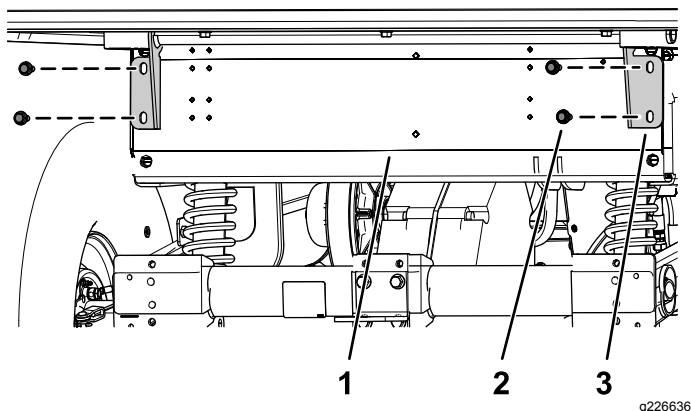

Figura 5
7. Retire los 4 pernos con arandela prensada ($\frac{3}{8}$ " x 1") que sujetan los soportes de las bisagras de la plataforma de carga al perfil trasero del bastidor de la máquina (Figura 5).
3. Retire los 4 pernos con arandela prensada (3/8" x 1") que sujetan los soportes de las bisagras de la plataforma de carga al perfil trasero del bastidor de la máquina (Figura 5).